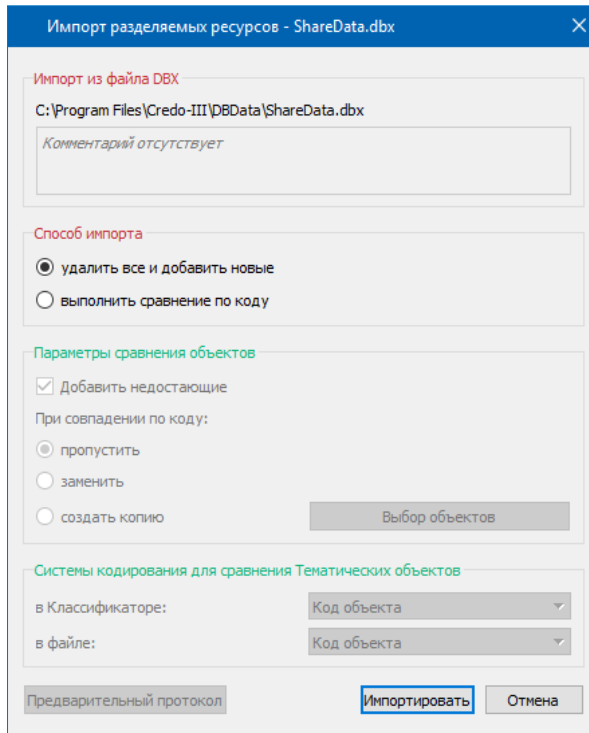

Рис. 2.3
- После чтения файла DBX открывается диалоговое окно **Импорт разделяемых ресурсов** (рис. 2.3), в котором нужно выбрать способ импорта **Удалить все и добавить новые** и нажать кнопку **Импортировать**.